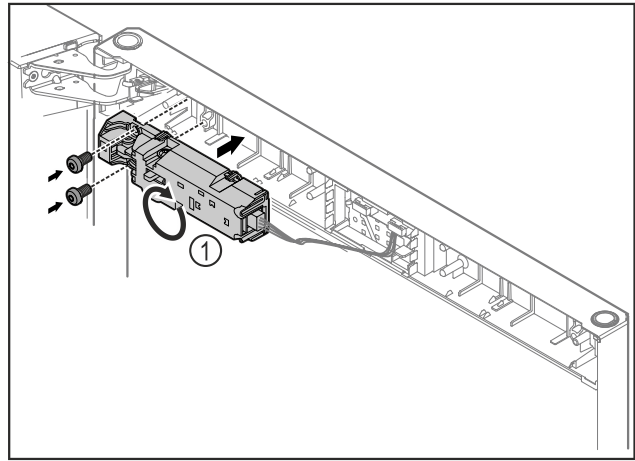

Fig. 13
- ▶ Rrotulloni bravën me veprim distanca Fig. 13 (1) me 180° dhe mbërthejeni në anën tjetër.